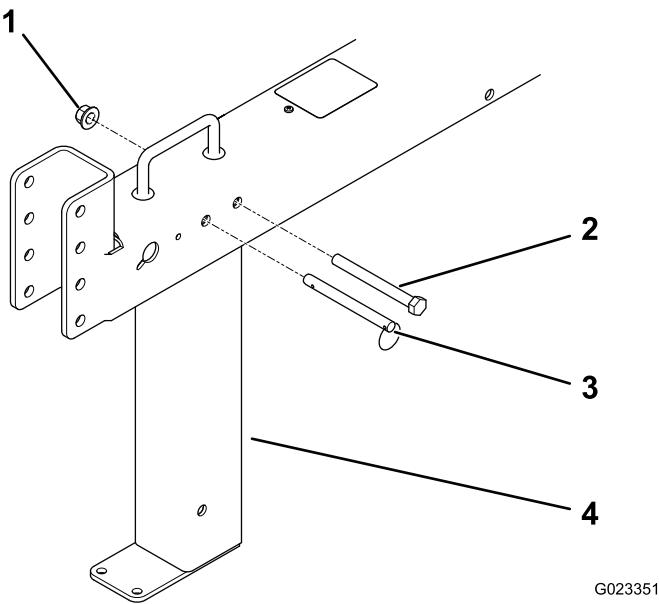

Figura 4
5. Alinee el taladro superior trasero de la pata estabilizadora delantera (Figura 4) con el último taladro cerca del asa, en la parte delantera de la barra de tracción.
6. Instale el perno largo a través de los taladros y sujetelo con una contratuerca apretada a 102 Nm (75 pies-libra); consulte Figura 4.
7. Inserte el pasador (Figura 4) para bloquear la pata estabilizadora delantera.